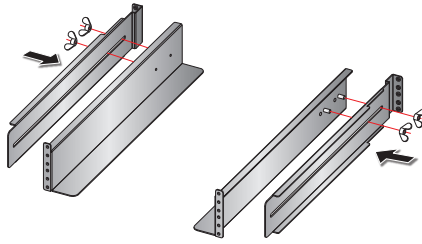

Figure 3-2 : 레일을 맞추고 너트를 조임
- 2 제공된 레일의 전장을 랙에 맞춘 후 너트를 조여 줍니다. Figure 3-2 참조.